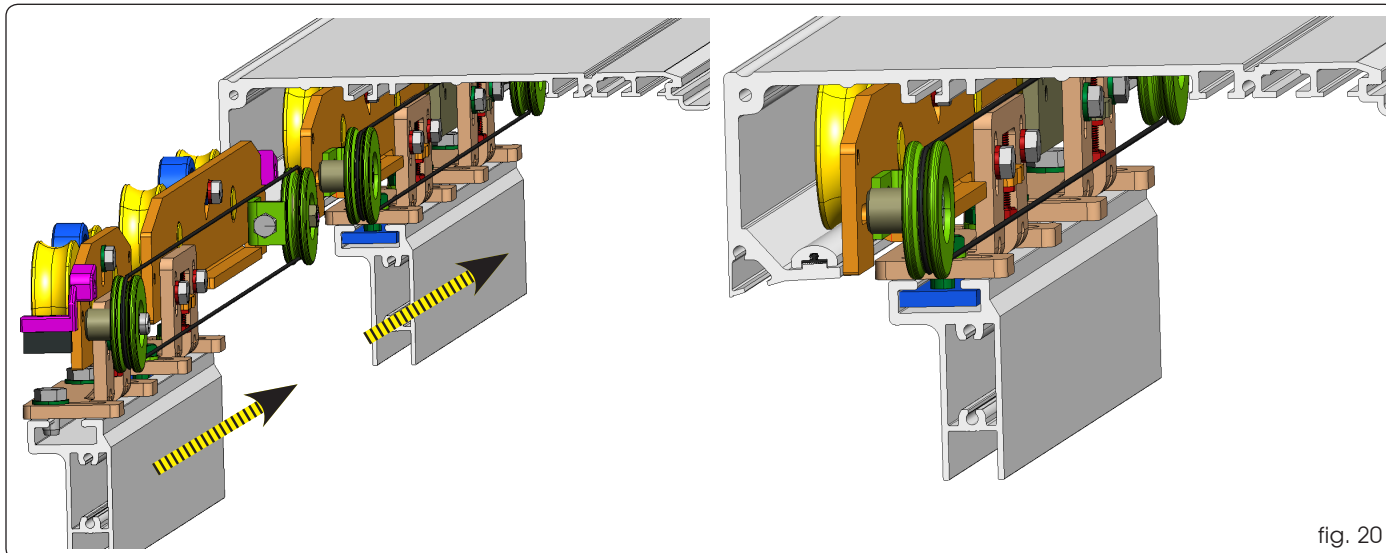

fig. 20
Zet de externe loopwagengroep er vervolgens vanaf de zijkant in, fig.20 Ref. ① .